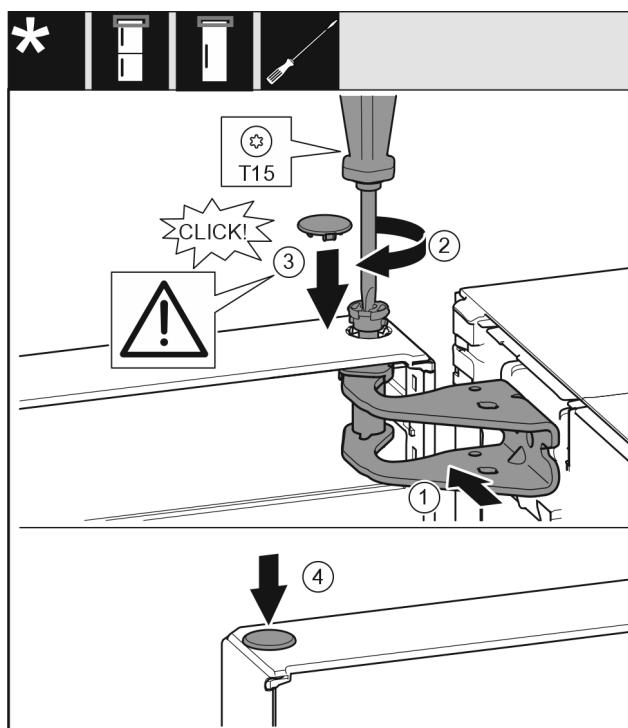

Fig. 20
- Rett ut døren øverst mot åpningen i lagerbukken. Fig. 20 (1)
- Sett inn bolten, og skru den fast med skrutrekker T15. Fig. 20 (2)
- Montere sikringsdekselet for å sikre døren: Sett inn sikringsdekselet, og kontroller at det ligger på døren. Ellers settes bolten helt inn. Fig. 20 (3)
- Sett inn proppen. Fig. 20 (4)